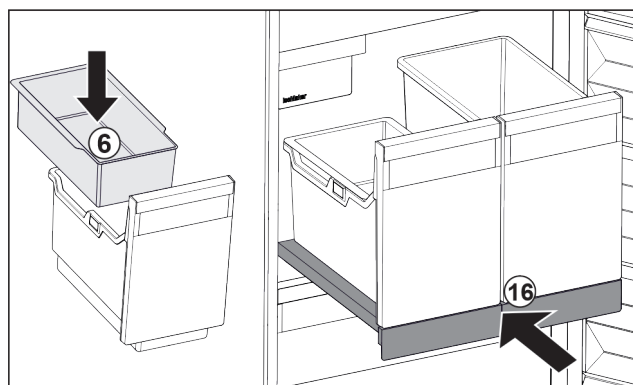

Fig. 107
- Introduceți tava suspendată Fig. 107 (6) pentru cuburi de gheață.
- Inșerați raftul extractibil cu recipientele (IceTower). Fig. 107 (16)